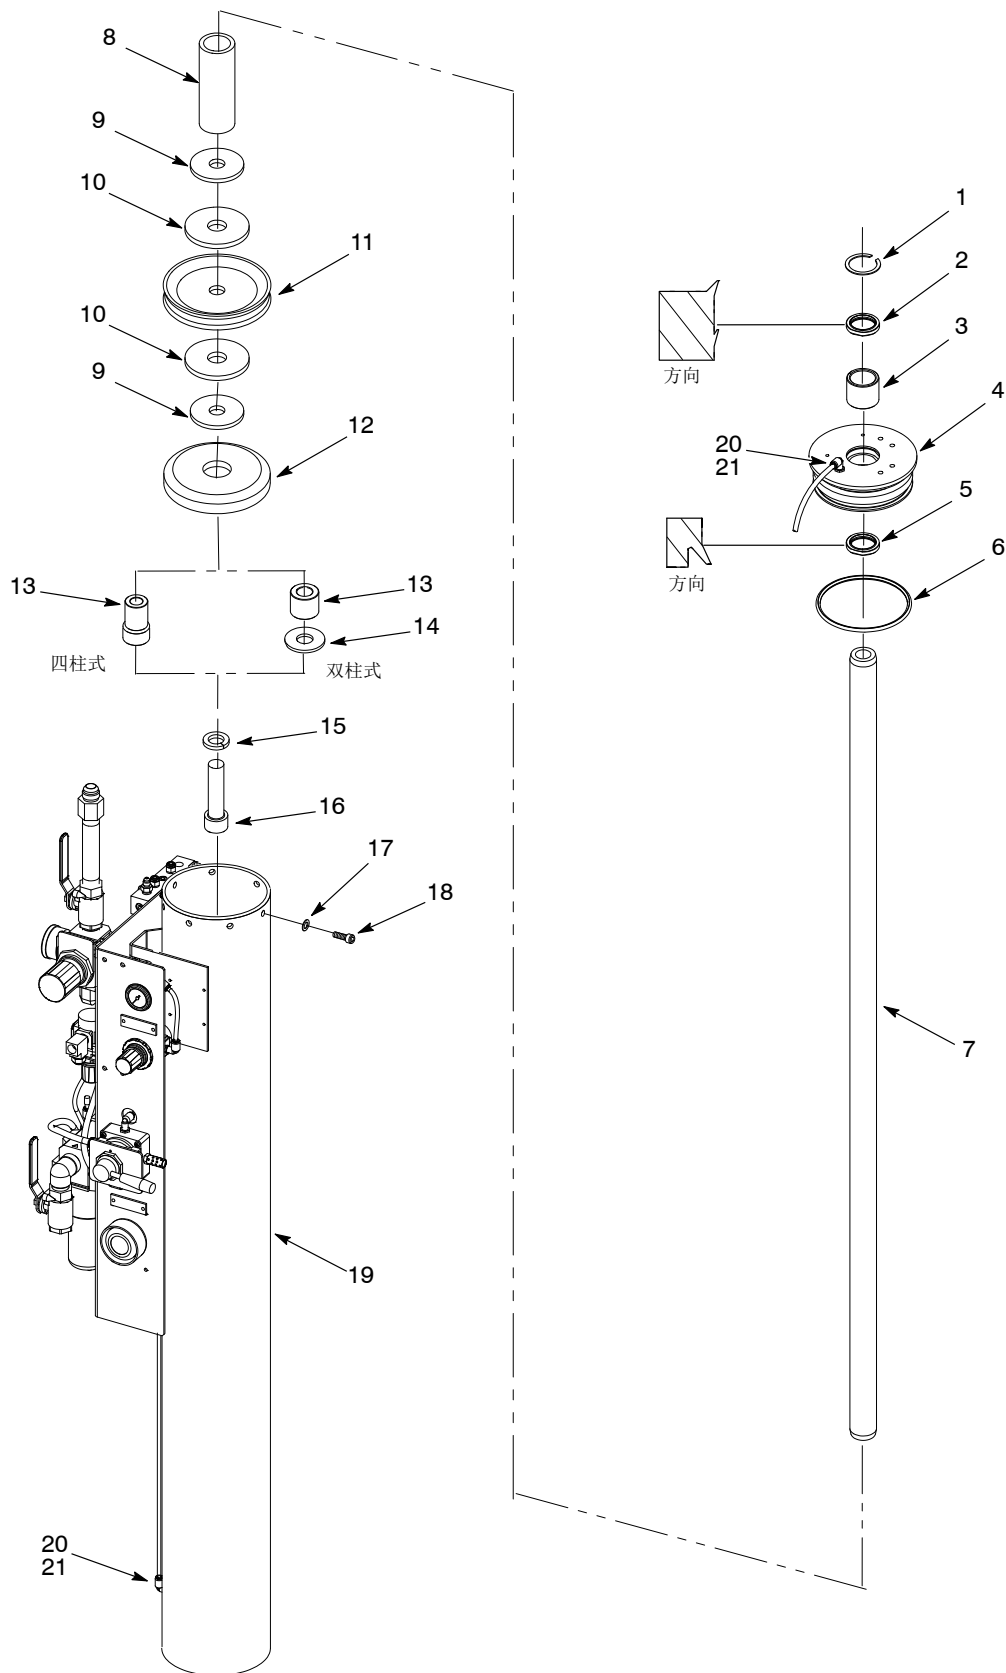

图 3 重构大型框架气缸
1. 详见图3。从每个活塞杆(7)上拆除以下零件：
1. 详见图3。清洁气缸内壁(19)。立即涂抹一层O形圈润滑剂，以防腐蚀。
1. 详见图3。使用凡士林润滑以下新零件，然后安装到每个气缸盖(4)中：